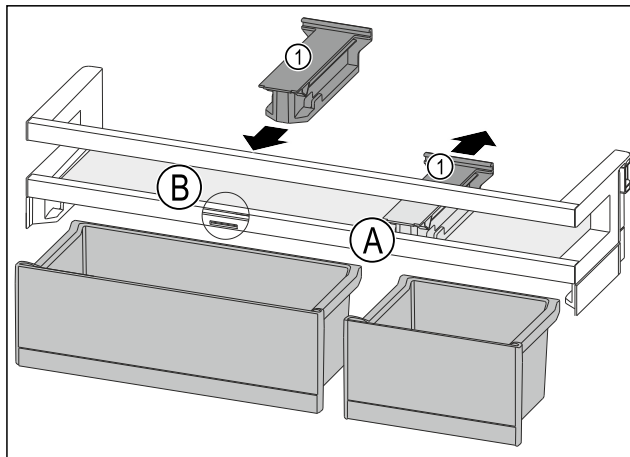

Fig. 158
- Pidržni dio Fig. 158 (1) u položaju Fig. 158 (A) skinite prema natrag.
- Pidržni dio Fig. 158 (1) umetnite u položaj Fig. 158 (B).